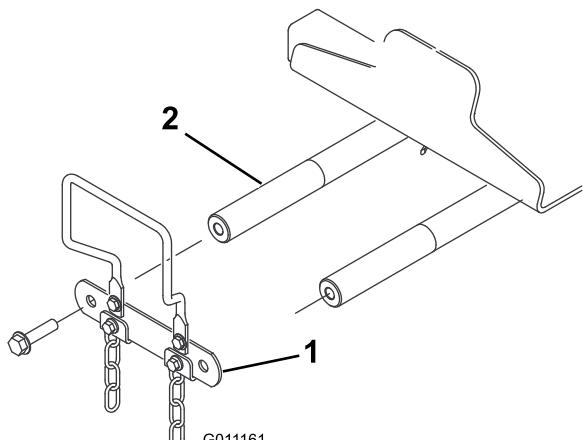

图 10
- 在机器前部卸下将枢轴连杆固定到提升臂枢轴的 2 个凸缘平头螺丝 $1/2 \times 2$ 英寸然后卸下连杆 图 10。